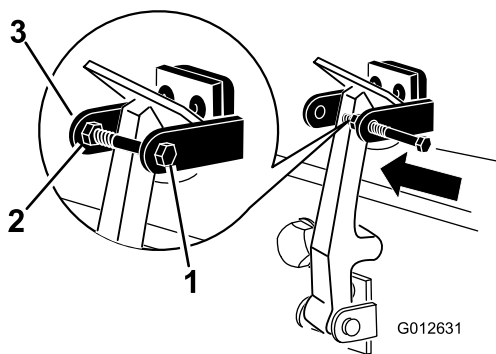

Figure 16
7. Vissez le boulon dans l'autre bras du support du loque pour bloquer le loquet en position (Figure 16).